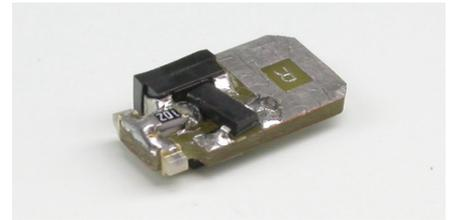

Bild 1: Dampflokbeleuchtung gelb oder weiß
2. Das Produkt ist in Bild 1 zu sehen. Diese Anleitung ist Bestandteil des Produktes. Bitte bewahren Sie diese gut auf. Erschrecken Sie nicht, der gelbe Baustein hat eine weiße, durchsichtige LED und der weiße Baustein hat eine orange LED. Selbst wenn man den weißen Baustein leuchten läßt, wirkt er etwas komisch. Erst unter dem Gehäuse und hinter dem Lichtleiter kommt das weiße Licht mit einem Stich gelb zur Geltung.